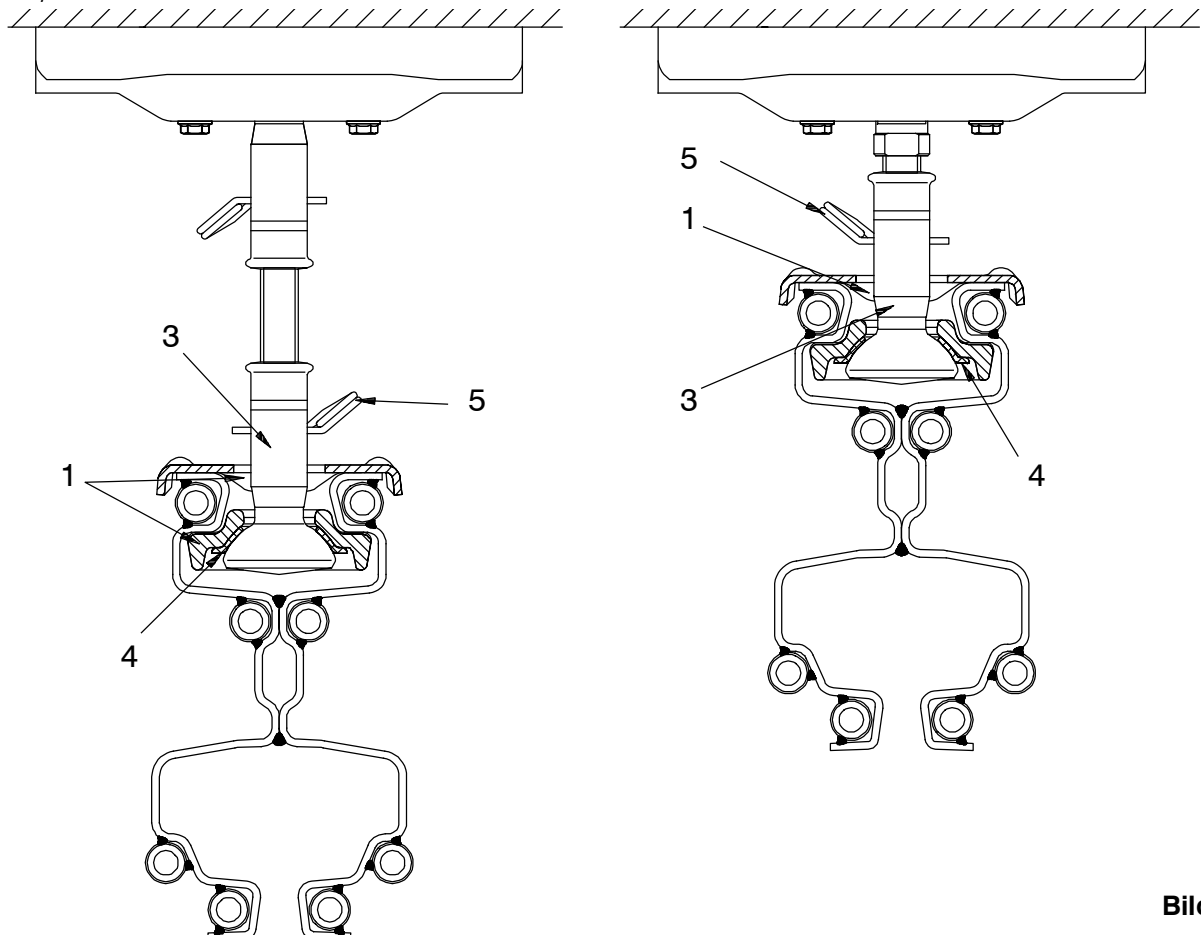

Bild 53
2.3.3.1 Aufhängungen ohne versteifende Wirkung Bild 53 / Bild 42